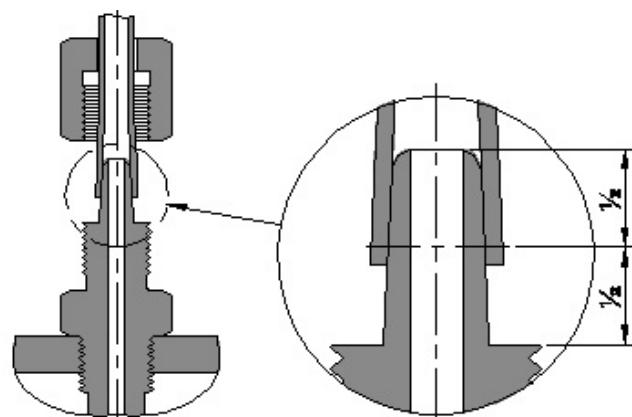

Рис.4.2-10 Подключение трубы PTFE
- Надеть развалицованный конец трубы PTFE на штуцер таким образом, чтобы трубка закрывала чуть более половины длины штуцера, как это показано на рис.4.2-10, затем надеть и до упора закрутить накидную гайку. Гайку закручивать пальцами, использовать инструмент (ключ и т.п.) допускается только для откручивания гайки.